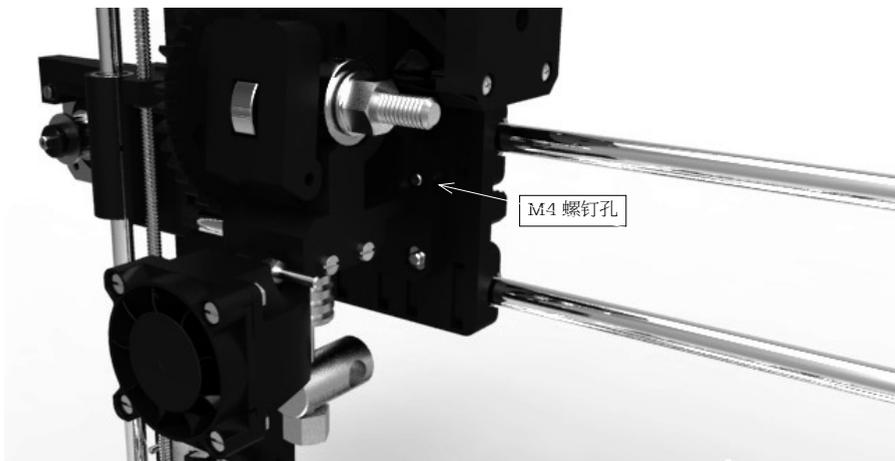

图 3-64 将喷嘴组件安装在 X Carriage 上
(8) 通过 X Carriage 上面的 M4 螺钉孔位置, 使用两个 M4*30mm 的螺钉和对应螺母, 将喷嘴组件固定在 X Carriage 上, 如图 3-64 所示。